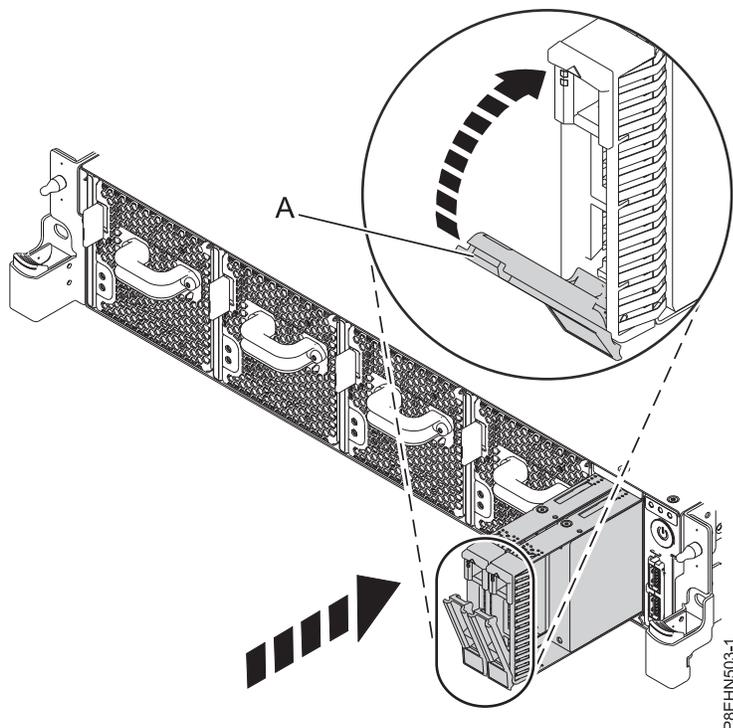

図 24. ドライブ・ベイ・ハンドルのロック
3. ハンドル・リリースを押し入れて、ドライブ・ベイ・ハンドル **(A)** をロックします。 21 ページの図 24を参照してください。
5. ドライブをスライドさせて最後までシステムに入れ、ドライブ・ベイ・ハンドル (A) がロックされるまで押し込みます。図 24を参照してください。